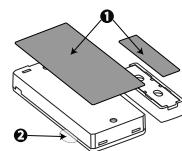

Figure 2: Installation rapide
- Retirez les protections des deux bandes adhésives double-face et fixez-les à l'arrière de l'appareil et de l'aimant. Voir la Figure 2.